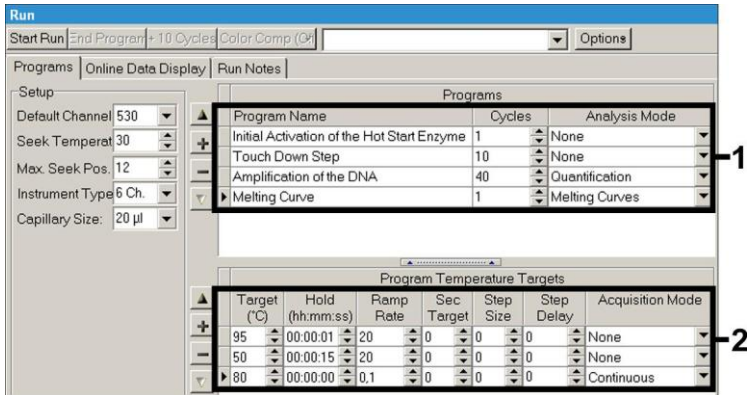

Fig. 11: Curva de desnaturalización (aplicable únicamente si se procesa en paralelo el kit *artus* HSV-1/2 LC PCR).
- D. Curva de desnaturalización (**opcional**) Fig. 11